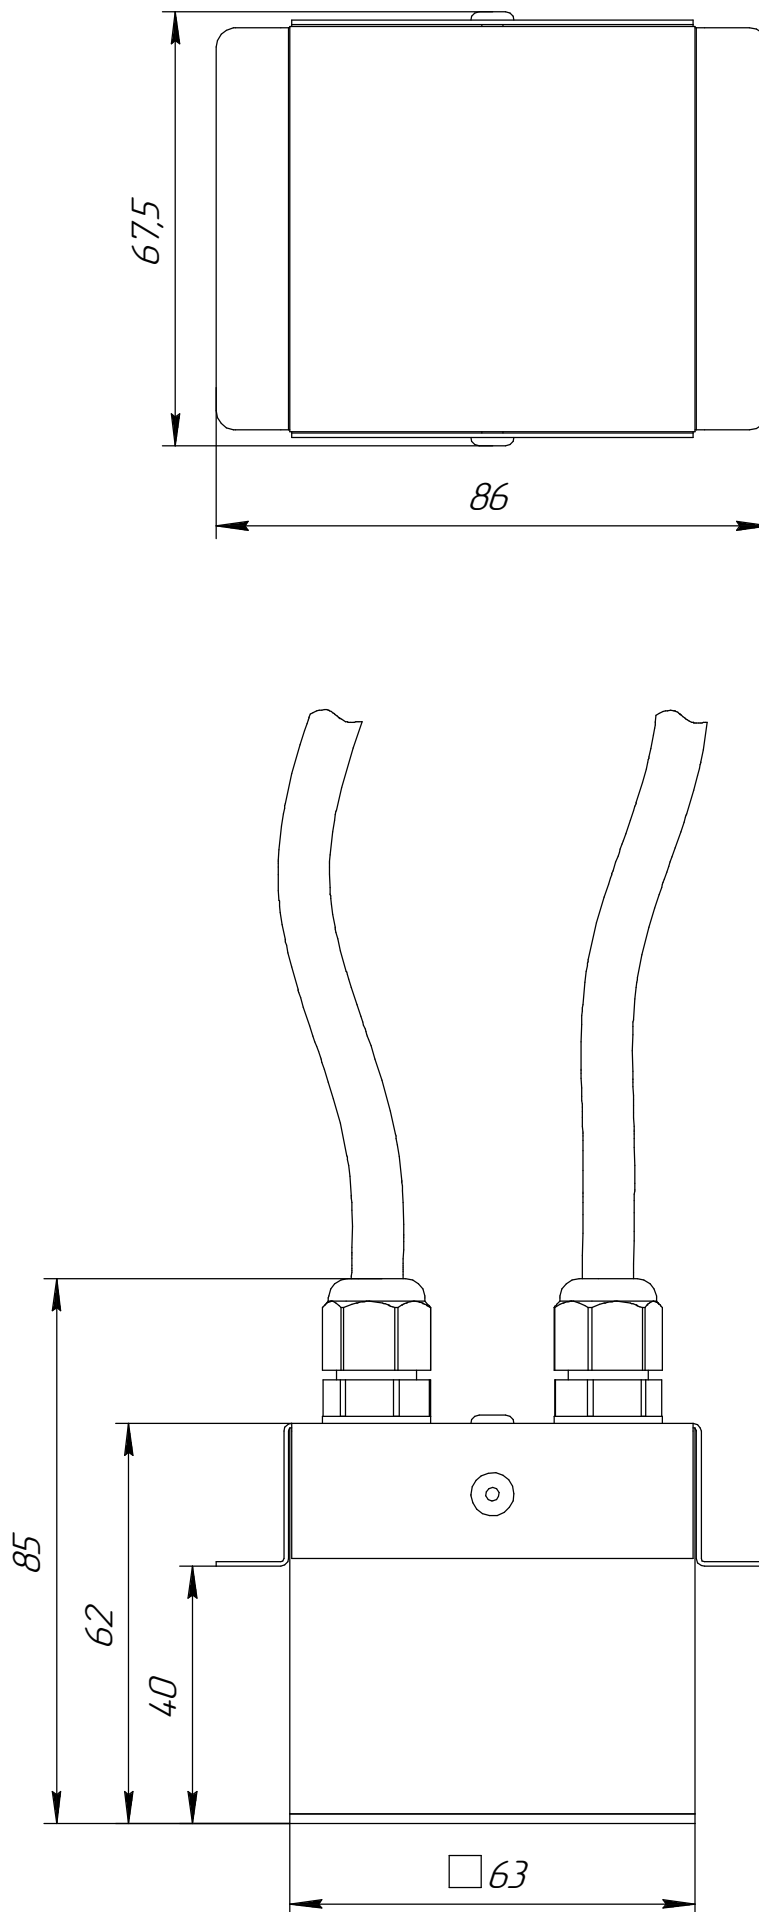

Рисунок 1 - Габариты корпуса светильников ДВО33 Horizon Cube IP54 GR75-10
3.1 Общий вид светильников приведен в приложении А (рисунок 1, 2).